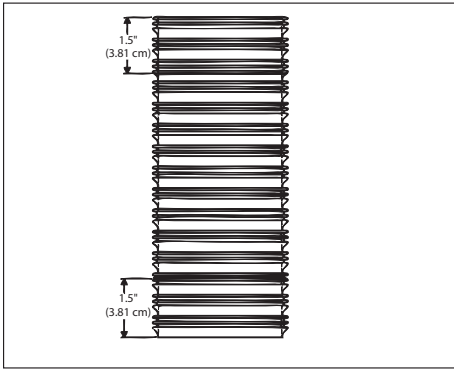

Figura 12
2. Haga 4 marcas en ambos extremos del recubrimiento a 90° con una separación de 1 1/2" (3.81 cm) entre sí, tal como se muestra en la **Figura 12**. Estas marcas servirán como el punto de referencia para cuando los adaptadores estén completamente asentados sobre el recubrimiento flexible.